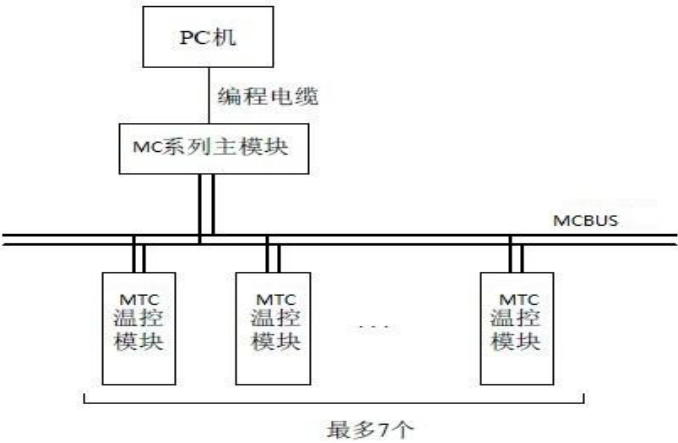

图3-2 连接示意图
- 3. 将MTC的通讯协议选择拨码开关（位置见图1-1）的第七位拨到“1”选择MCbus 通讯协议（见图3-2）。PLC 主模块与MTC通过MCbus 总线连接，最多可以对7 个站点进行配置和监控。接线示意图如下所示。